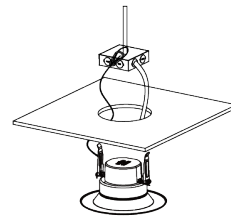

Fig. 9
- Serrer les deux clips du boîtier afin qu'ils soient en position verticale, puis insérer le luminaire dans le boîtier (Fig. 9).